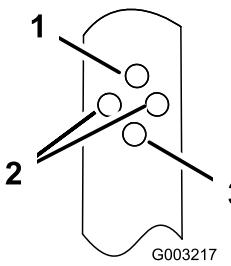

Figure 17
2. Insérez le boulon dans le trou de chaque support de sorte à régler le guidon à la hauteur voulue (Figure 17).